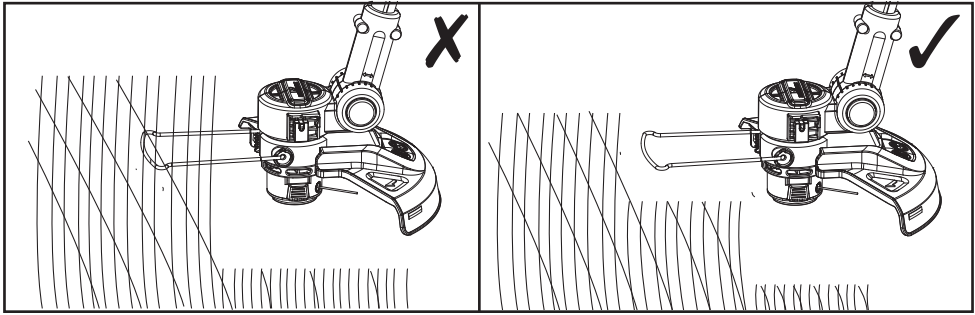

Fig. 9
- Ne pas laisser le couvercle de bobine (16) heurter le sol.
- S'assurer que la machine reste propre et exempte de débris de coupe pouvant la bloquer. Vérifier régulièrement. Relâcher l'interrupteur Marche / Arrêt (2) et débrancher la batterie (19) avant de procéder à la vérification.
- Ne pas couper les herbes hautes en une seule fois. Pour des résultats optimaux, couper les herbes hautes en plusieurs étapes (Fig. 9).